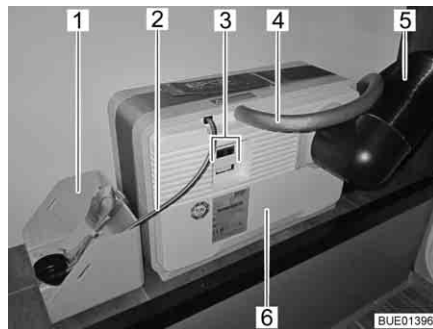
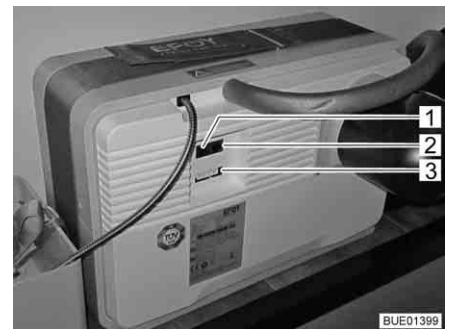

Fig. 160 Gerador 12 V com cartucho de combustível
Fig. 161 Área de ligação do gerador 12 V
O gerador 12 V é constituído por vários componentes, montados na mala traseira (Fig. 160), assim como da unidade de comando (Fig. 162) na área habitacional.
No gerador 12 V (Fig. 160,6) encontram-se:
- A ligação para o tubo para a evacuação do ar (Fig. 160,4) ou o bocal de enchimento para o fluido de serviço
- O tubo do calor perdido (Fig. 160,5)
- As ligações elétricas (Fig. 160,3) com interface de dados (Fig. 161,2), ligação para os aparelhos (Fig. 161,3) e a ligação para o painel de comando (Fig. 161,1)
Faz parte do gerador 12 V um cartucho de combustível que está ligado através da ligação do reservatório (Fig. 160,2) com o gerador 12 V (Fig. 160,6).
O cartucho de combustível está fixamente amarrado no suporte próprio para o cartucho (Fig. 160,1).